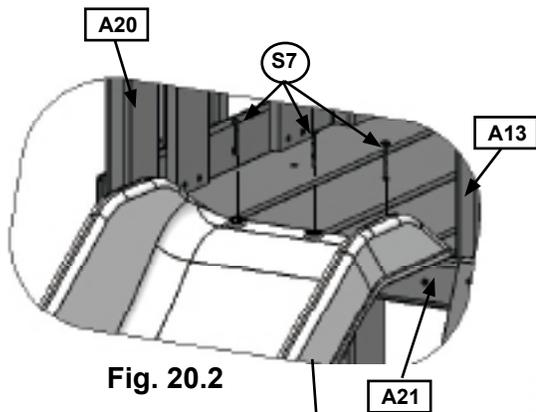

Fig. 20.2
- B:** Pré-percer des trous d'implantation de 1/8" et fixer la glissoire au fort à travers de l'espaceur SL (A21) à l'aide de 3 vis Pan (S7) #12 x 2". (fig. 20.2 & 20.3)